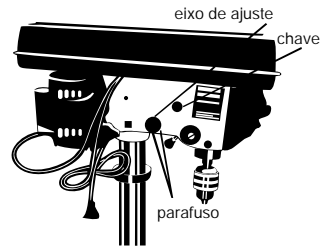

FIGURA 23
1. Pressione a chave da ponteira de laser para colocá-la na posição LIGADA (Figura 23).